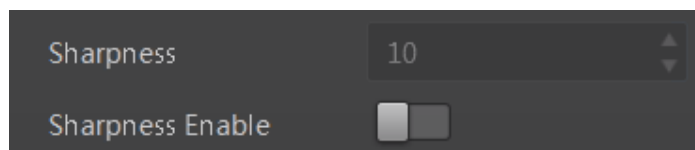

图7-33 锐度设置
2. 在 *Sharpness* 参数中输入需要设置的数值，如图 7-33 所示，参数范围为 0~100。